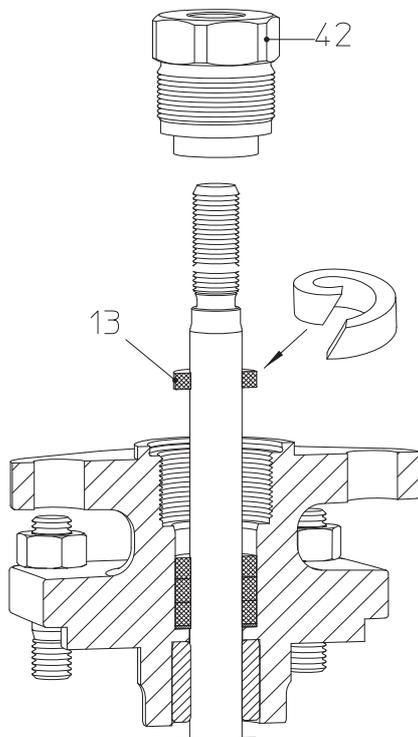
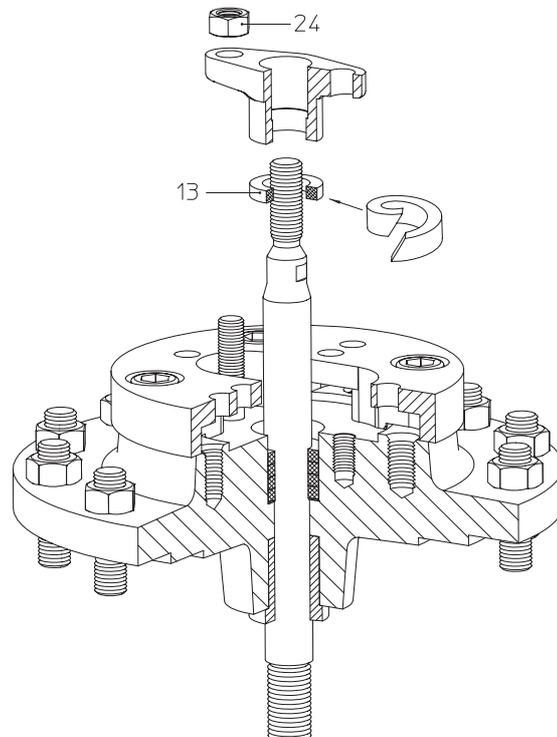

Fig. 13: Garniture presse-étoupe DN15-150
Fig. 14: Garniture presse-étoupe DN125v-150v
- Placer un nouvel anneau d'étanchéité (pos. 13), position de montage conformément à la représentation Fig. 13 et Fig. 14.